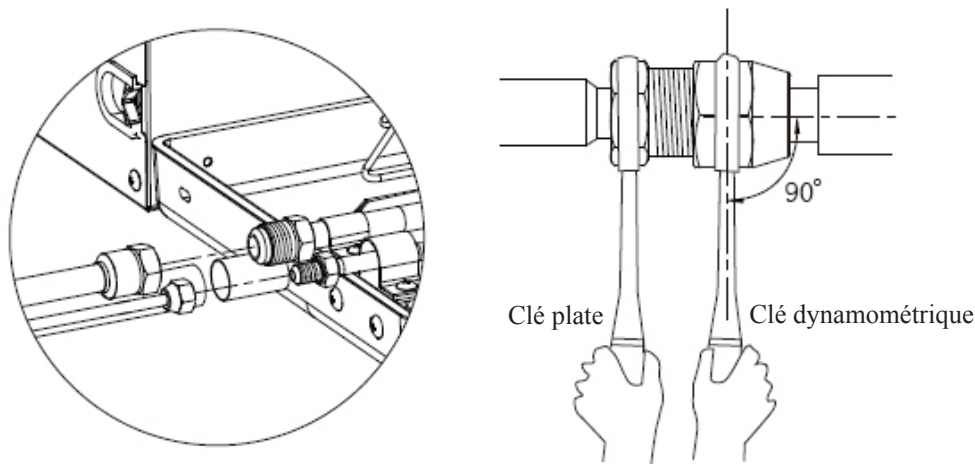

Fig. 9 Pose du tuyau de raccord
- (1) Veuillez respecter les principes suivants durant le raccordement des tuyaux : La tuyauterie de raccordement doit être la plus courte possible. La différence de hauteur entre les unités intérieure et extérieure doit être la plus courte possible. Limitez au maximum le nombre de coudes. Le rayon de courbure doit être le plus grand possible.
- (2) Soudez les tuyaux de raccordement entre les unités intérieures et extérieures. Veuillez respecter à la lettre les exigences du processus de soudure. Les tuyaux en colophane et les petits trous ne sont pas autorisés.
- (3) Lors de la pose des tuyaux, veillez à ne pas les déformer. Le rayon de courbure des pièces ne doit pas dépasser 200 mm. Les tuyaux ne peuvent pas être cintrés ou tordus de manière répétée, sinon le matériau durcira. Ne cintrez et ne tordez pas les tuyaux plus de trois fois dans la même position.
- (4) Utilisez une clé dynamométrique pour raccorder l'écrou de raccord sur l'unité intérieure. Voir Fig. 9.